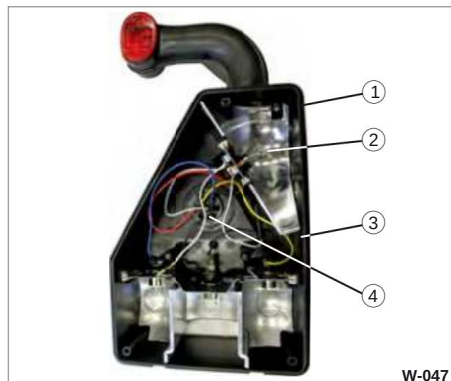

Fig. 47 Baglygte åben
• Kontroller kontakterne/kabelforbindelserne (fig. 47/4).
• Sæt den ydre linse tæt på huset (fig. 47/3).
• Sørg for, at tætningen er korrekt placeret (fig. 47/1).